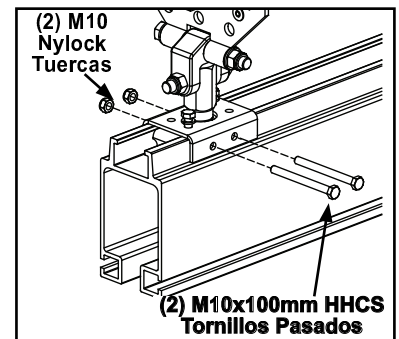

Figura 3-88
- Paso 3. Instale dos (2) M10 x 100 mm HHCS con tuerca nylock M10 . **Apriete a asentar.** Vea Figura 3-88.